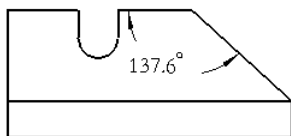
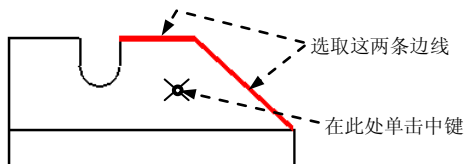

图 5.2.51 角度显示（一）
图 5.2.52 选取边线和放置位置
➤ 标注图 5.2.51 所示两直线间的角度，可以按照如下的方法操作。
Step3. 此时系统弹出 **▼ ATTACH TYPE (依附类型)** 菜单管理器，采用系统的默认选择 (**On Entity (图元上)** 命令)，选取图 5.2.52 所示的两条边线，在图 5.2.52 所示的位置单击中键，此时在视图中显示角度尺寸，如图 5.2.51 所示。